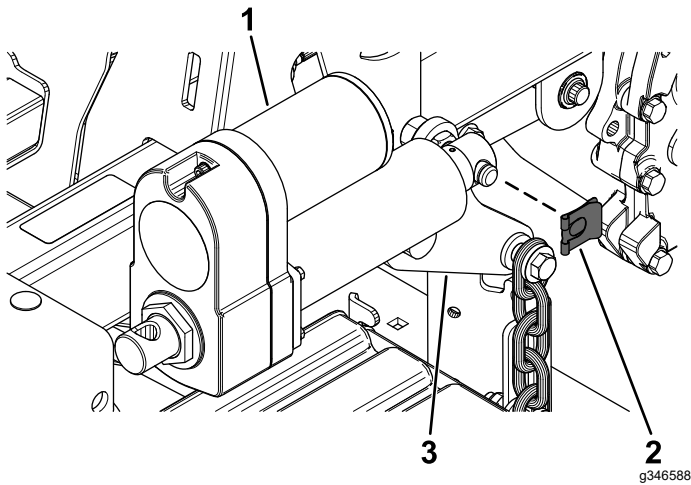

Bild 18
1. Befestigen Sie den Aktor mit der Schraubklammer (Bild 18) am hinteren Mähwerkhubarm.